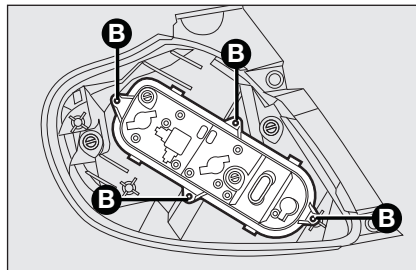

fig. 20
- ☐ extraer el portalámparas de su alojamiento, después de retirar los cuatro tornillos de bloqueo **B-fig. 20**;